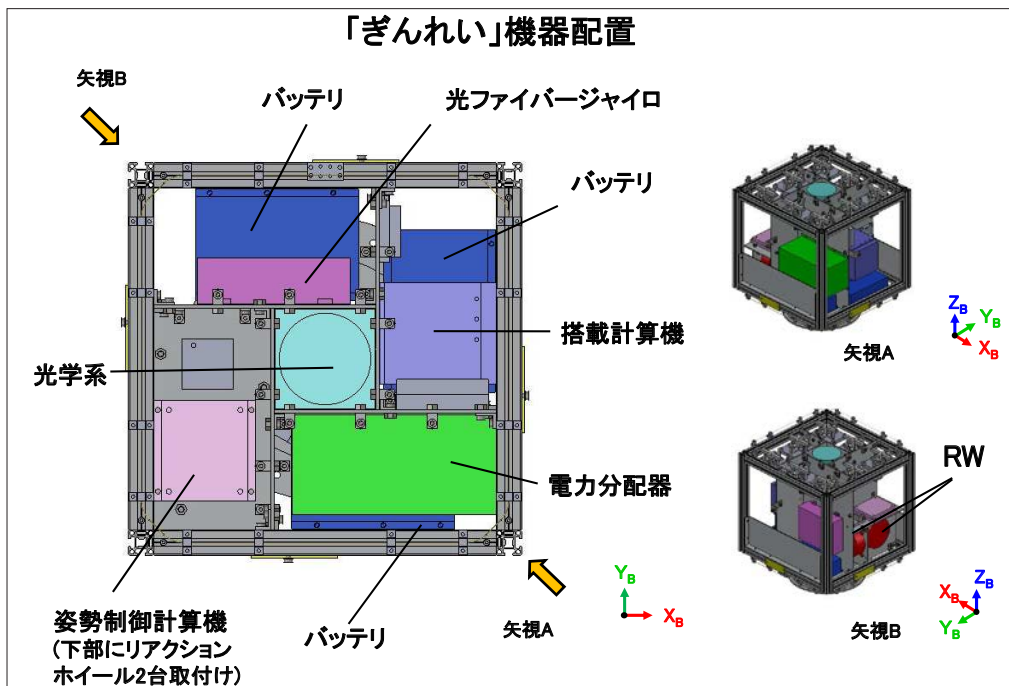
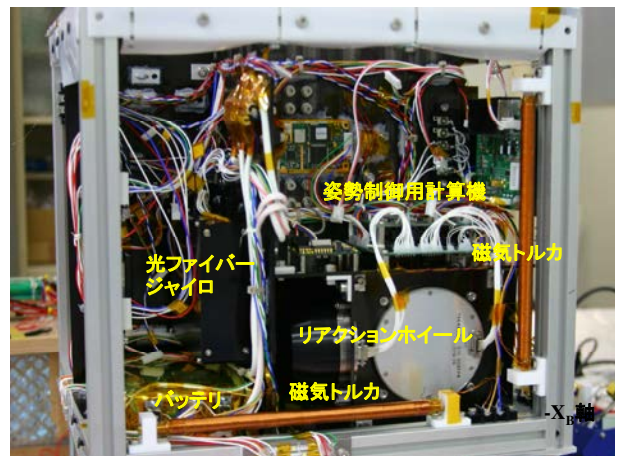

図2 ぎんれいの内部構造①
図3 ぎんれいの内部構造②
が搭載されています。ぎんれいの姿勢の角度を測ることで方向を決定します。ジャイロセンサーは、スマートフォンを傾けることによって遊ぶアプリケーションにも使われています。図2、図3はぎんれいの内部構造です。リアクションホイール (RW) は2つ搭載されています。これによりLED光を地上の任意の地域に向けることが可能になります。